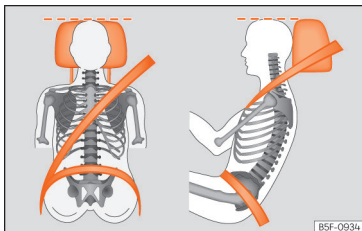

Fig. 16 Faixa do cinto de segurança e encosto de cabeça corretamente regulados.
beça, e nunca abaixo dos olhos. Mantenha a nuca o mais próximo possível do encosto de cabeça »» Fig. 16.
- Ajuste longitudinalmente o banco, de modo a poder carregar a fundo nos pedais com os joelhos ligeiramente fletidos e a ficar uma distância entre a zona dos joelhos e o painel de instrumentos de pelo menos 10 cm (4 polegadas) »» Fig. 16.